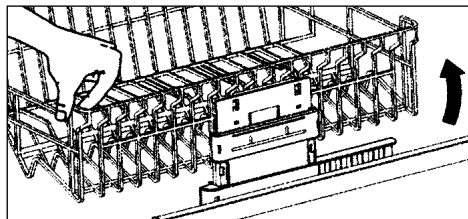
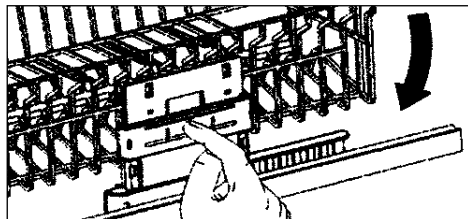

Abb. 9
Abb. 10
- Den Korb aus der Arretierung ziehen und auf der rechten Seite anheben, damit größere Teller in den unteren Korb gestellt werden können (siehe Abb. 9). Um zur Ausgangsposition zurückzukehren, den Korb wiederum herausziehen und den Ausrückhebel drücken (siehe Abb. 10).